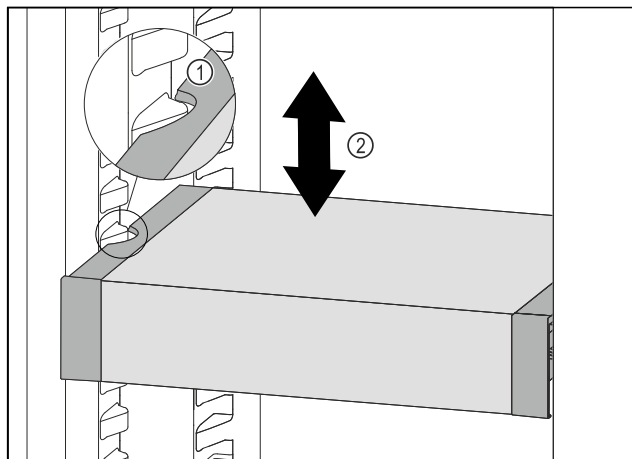

Fig. 116
- 向前移动 VarioSafe，直到 VarioSafe 两侧的凹槽与冷藏区中的容器肋梁持平。Fig. 116 (1)
- 在冷藏区中向上或向下移动 VarioSafe，直至所需高度。Fig. 116 (2)